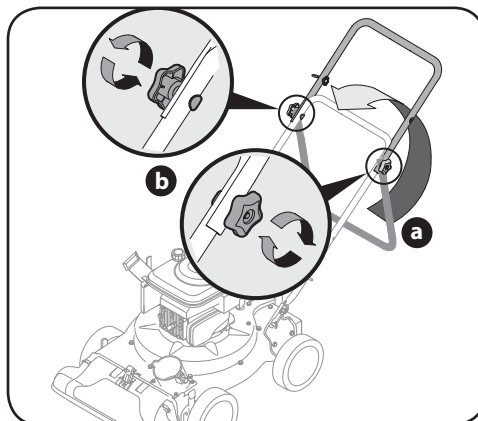

Figure 2-2
- Dépliez la poignée supérieure afin qu'elle s'aligne avec la poignée inférieure. Assurez-vous que le guide-câble se trouve à la droite de la poignée supérieure. Voir (a) à la Figure 2-2.
- Fixez les deux poignées en serrant les boutons en forme d'étoile (les boulons de carrosserie doivent être placés de façon appropriée dans la poignée). Voir (b) à la Figure 2-2.